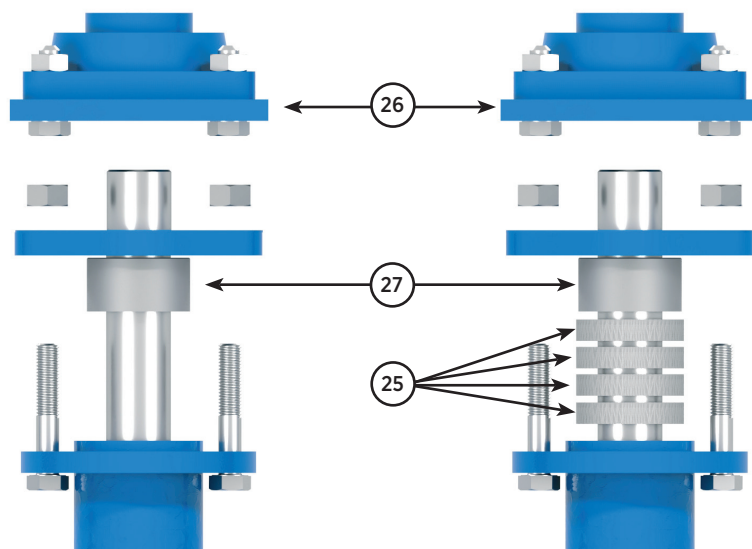

Abb. 7
4. Die Presshülse (27) durch Verschieben auf der Welle herausnehmen, sodass der Zugriff auf die Packungsstreifen (25) möglich ist (Abb. 7).